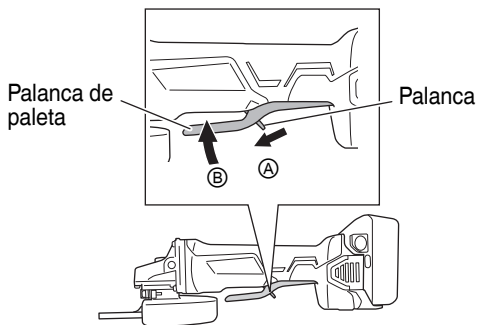

Fig. 7
2. Conecte la alimentación de la amoladora. (Fig. 7)
Para poner la máquina en funcionamiento, deslice la palanca en el sentido de A y presione la palanca de sujeción en el sentido de B como se indica en la Fig. 7. Para parar la máquina, suelte la palanca de sujeción.